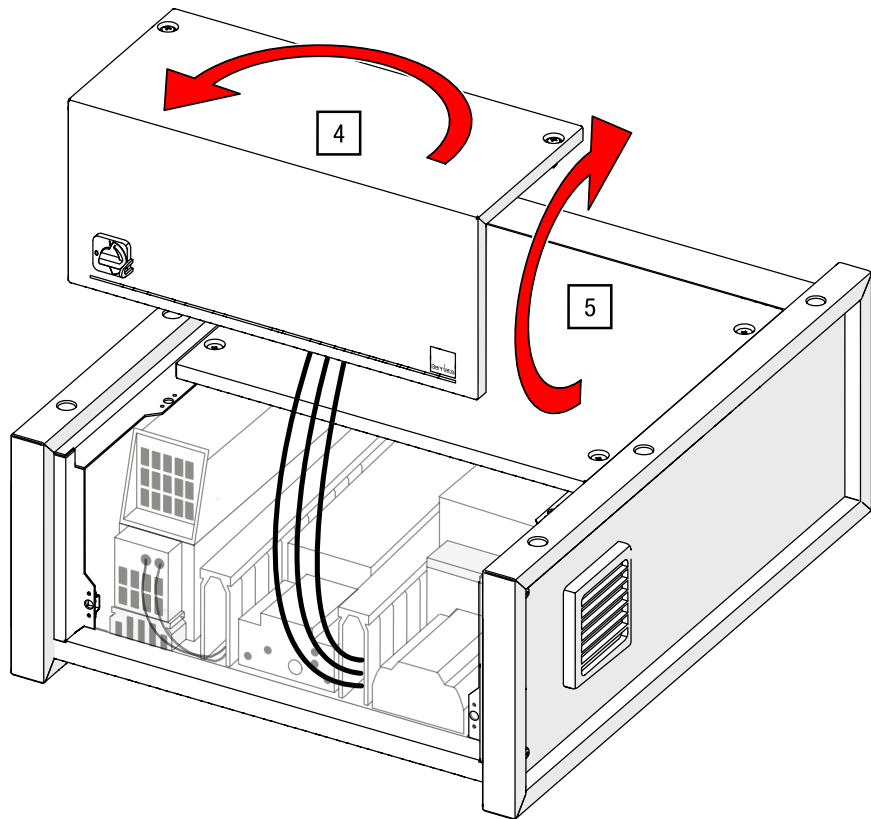
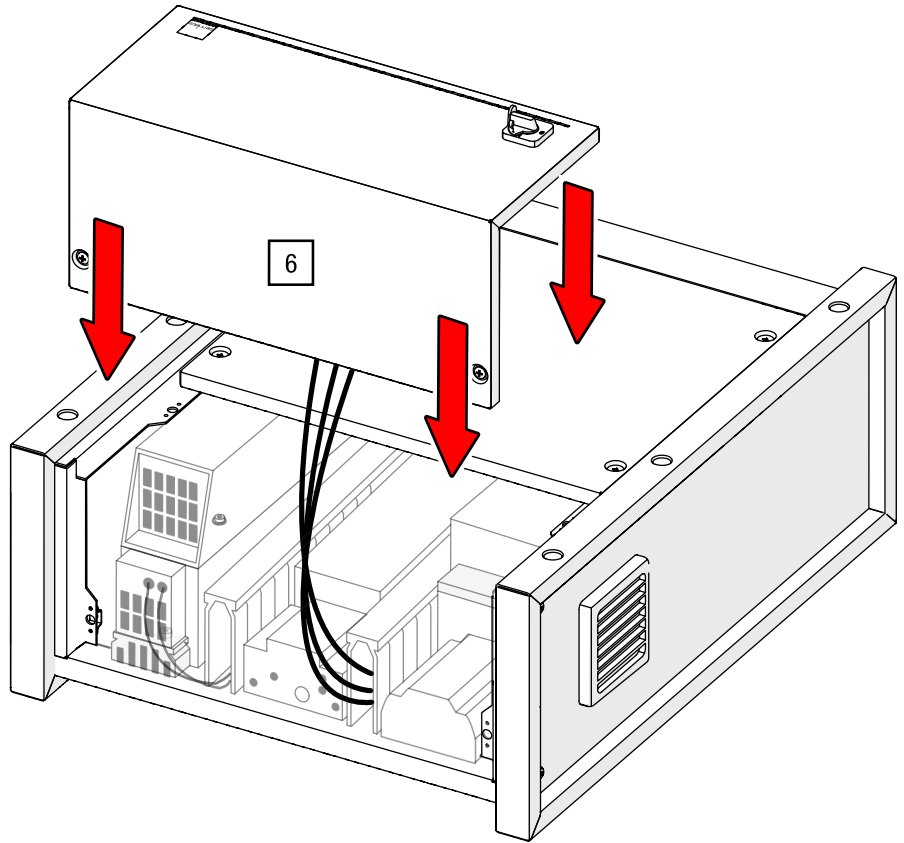

Abb. 90: Gelöstes Steuerungsterminal drehen (Steuerungsmodell kann abweichen)
Abb. 91: Terminal einsetzen (Steuerungsmodell kann abweichen)
4. u. 5. Drehen Sie das Bedienfeld um 180° und kippen Sie es anschließend um 90°, sodass es der Orientierung aus Abb. 91 entspricht (siehe Abb. 90).
6. Setzen Sie das Bedienfeld wieder auf das Steuerungsgehäuse (siehe Abb. 91).